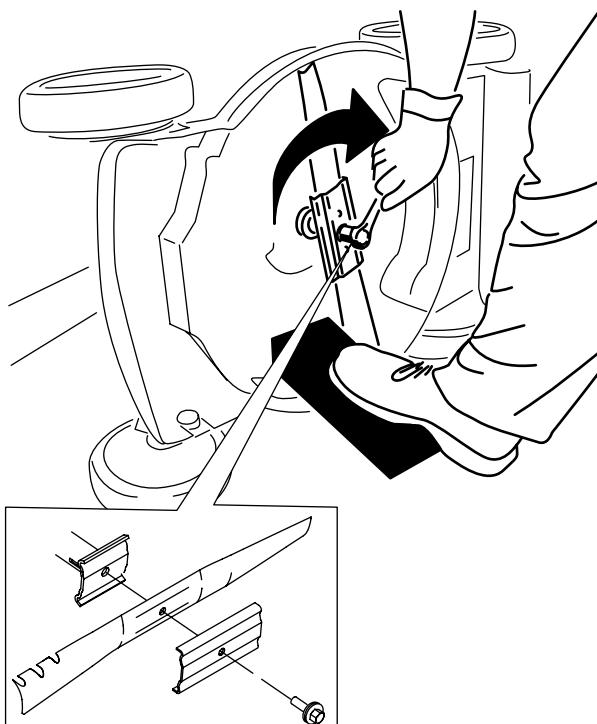

Figura 40
- Instale la cuchilla nueva y todos los herrajes de montaje (Figura 40).